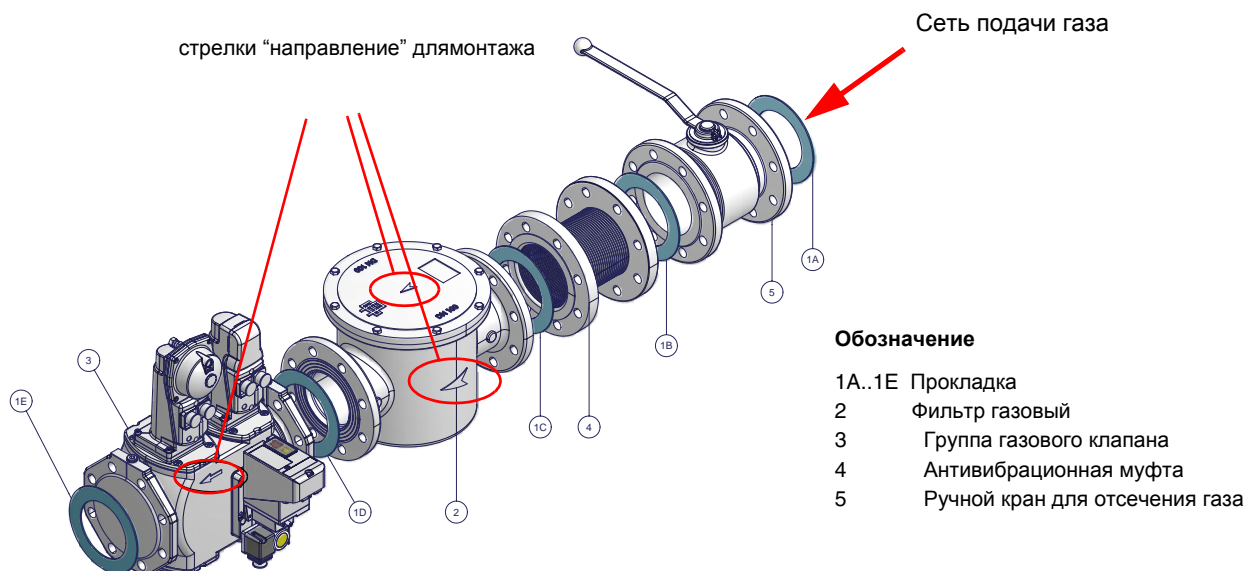

Рис. 4 - Пример газовой рампы
- 1 - б) при фланцевых соединениях: между соседними компонентами устанавливать прокладку (1А..1Е - Рис. 4), совместимую с используемым газом,